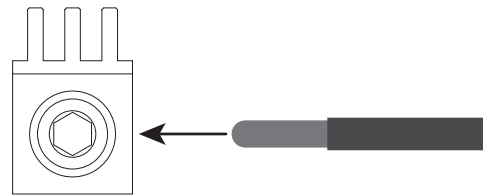

Fig. 4
6. Select a location on the neutral bar as close to the neutral bar's mounting screws as possible to install the neutral lug (see fig. 4).
6. Choisir un emplacement pour installer la cosse sur la barre de neutre aussi près que possible des vis de fixation de cette dernière (*fig. 4*).